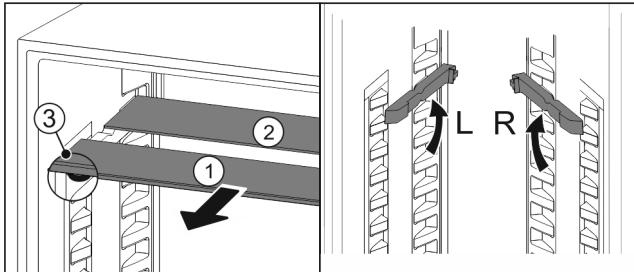

Fig. 76
- Посьуньте Fig. 76 (1) скляну панель вперед.
- Скляна панель Fig. 76 (1) з декоративною планкою лежить спереду.
- ▷ Стопори Fig. 76 (3) показують вниз.